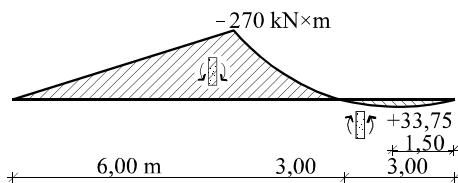

Figura 3
3) Dada la ley de momentos flectores de la figura 3, encontrar las cargas que la producen.